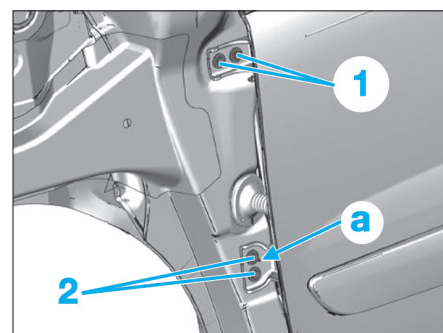

Fig. 90
- Desserrer les vis (1) et (2) (Fig.90).